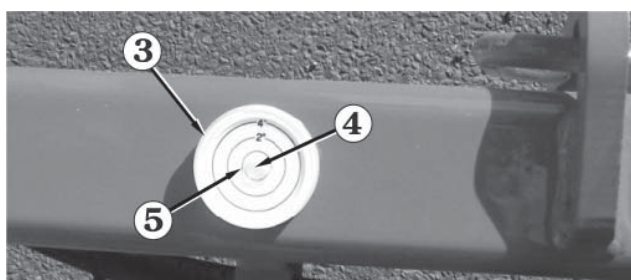
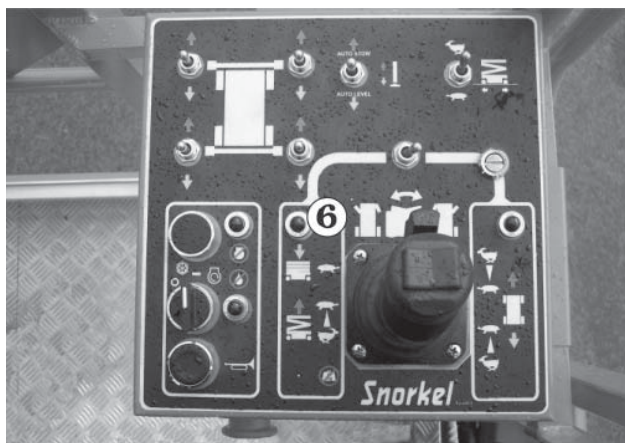

Abb. 8.22
Abb. 8.23
3. An der Wasserwaage ③ eine Sichtkontrolle vornehmen, um zu bestimmen, ob die Stabilisatoren weiter ausgefahren werden müssen, um die Plattform zu stabilisieren (siehe Abb. 8.22).
4. Die erforderlichen Stabilisatoren gerade so weit herabsenken, bis die Luftblase ④ zentriert ist (siehe Abb. 8.22). Wenn die **Hebebetrieb-Anzeigelampe** ⑥ (siehe Abb. 8.23) aufleuchtet, ist es sicher, die Plattform hochzufahren.